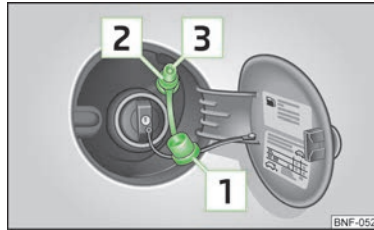

Bild 96
- Ta bort hatten **[1]** » bild 96 från gaspåfyllningsstosen **[2]**.
- Kontrollera om tätningen **[3]** » bild 96 sitter kvar i gaspåfyllningsstosen. Om den har kanat ner på påfyllningskopplingen ska den sättas tillbaka i gaspåfyllningsstosen.